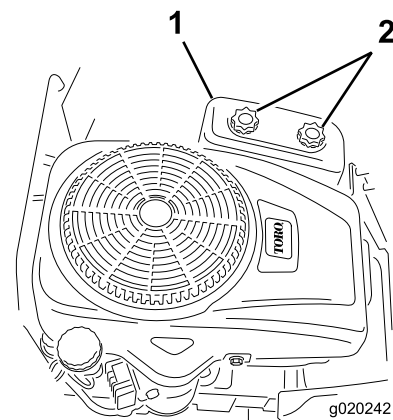

Figura 38
4. Retire la tapa del limpiador de aire desenroscando los 2 pomos (Figura 38).